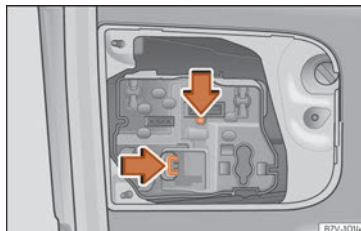

Fig. 69 En el portón trasero: retirar el portalámparas.
- Presione las lengüetas de bloqueo en el sentido de la flecha »» fig. 69 y extraiga el portalámparas.